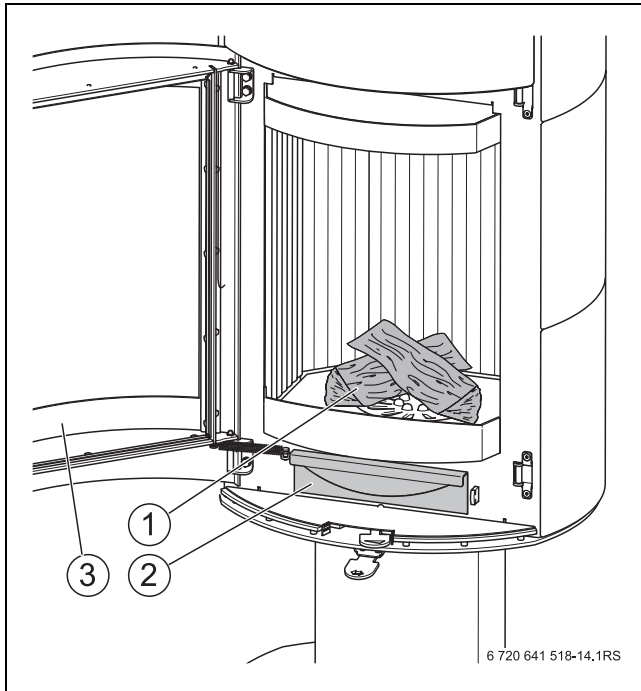

Рис. 3 Топочная камера с дровами
- ▶ Эксплуатируйте камин только с задвинутым зольным ящиком (→ рис. 3, [2], стр. 9).